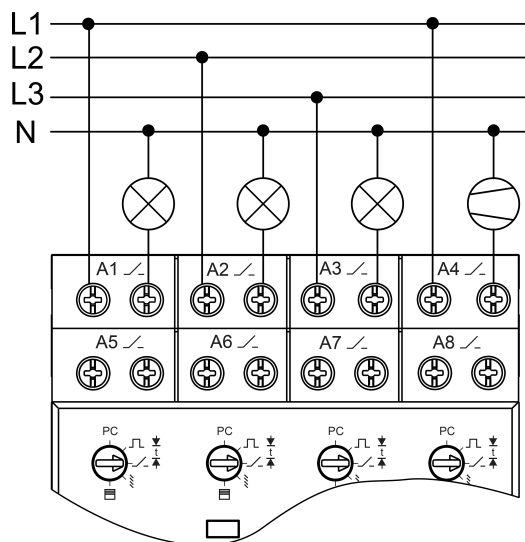

Figura 4: Esempio di collegamento dei carichi di attivazione **A1...A4**
- Collegare i carichi secondo l'esempio relativo ai carichi di attivazione (figura 4).